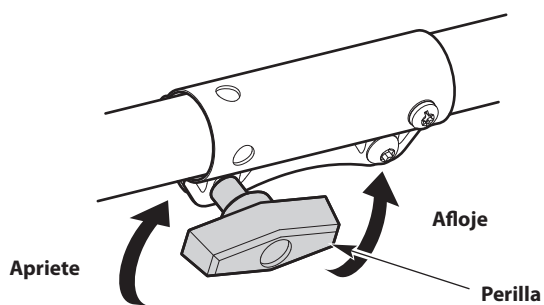

Fig. 1
3. Gire la perilla en el sentido contrario a las agujas del reloj para aflojar el acoplador (Fig. 1).
6. Gire la perilla en el sentido de las agujas del reloj para apretar el acoplador (Fig. 1).
2. Gire la perilla en el sentido contrario a las agujas del reloj para aflojar el acoplador (Fig. 1).